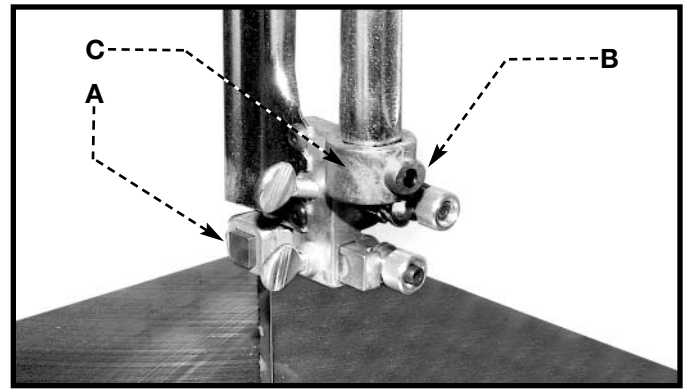

Fig. 34
2. Compruebe el montaje superior de la guía de la lámina. Las guías de la lámina (A) Fig. 34 debe ser paralela a la lámina. Para ajustar, afloje el tornillo (B) y rote el montaje completo de la guía (C). Cuando las guías de la lámina son paralelas a la lámina, apriete el tornillo (B).